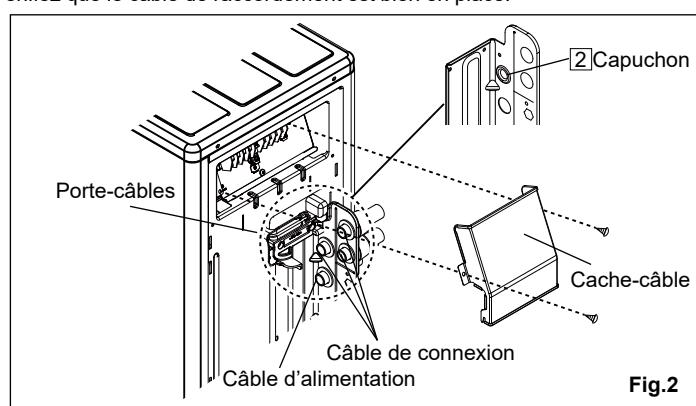

Fig.2
Lors de la connexion à trois unités intérieures, retirez le capuchon. (Fig.2)
(7) Attachez le cache-câble avec les vis. (Fig.2)
(8) Vérifiez que le câble de raccordement est bien en place.